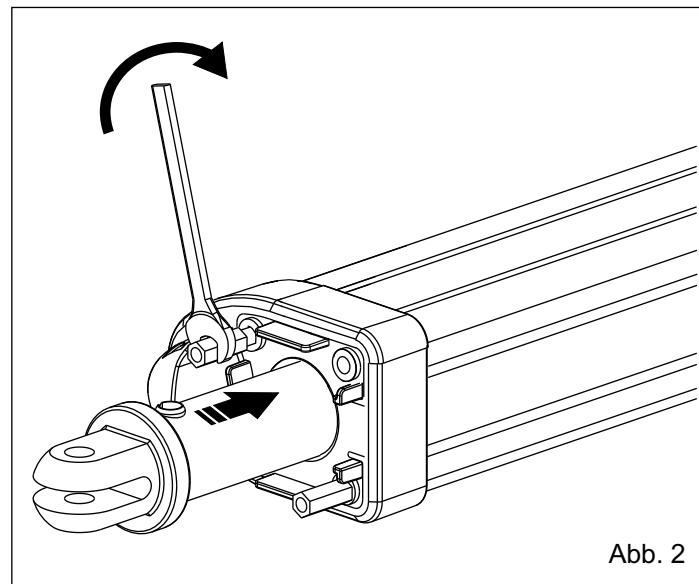

Abb. 2
- Schrauben Sie die 2 mitgelieferten, sechseckigen Muttern, vollständig ab (Abb. 2).